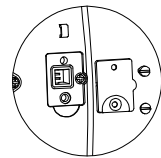

Figura 4-2. Pines LFT
2. Retire la cubierta de seguridad que se encuentra en la parte inferior de la báscula para acceder a las dos patillas que están ubicadas en una ranura (consulte la figura 4-2). Cortocircuite estas patillas (puede utilizar un destornillador de hoja plana mientras **enciende** la báscula. La báscula